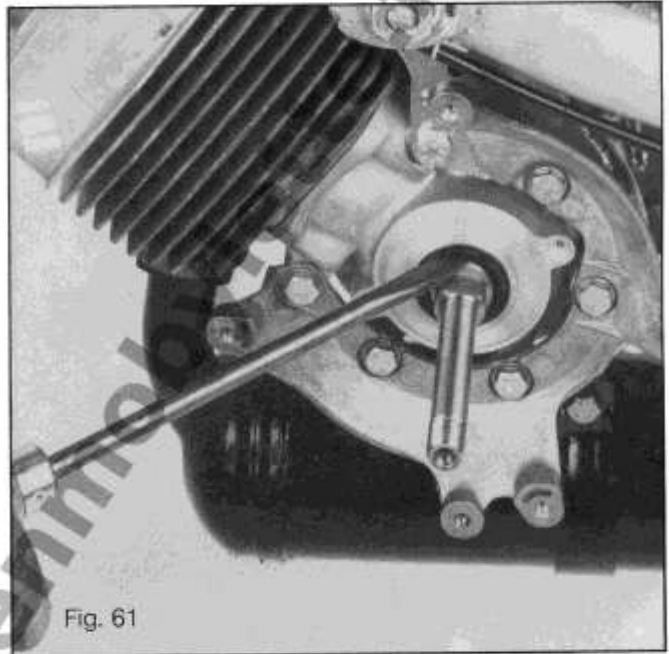

Fig. 61
- Avec un tournevis, sortir le joint défectueux (*figure 61*).